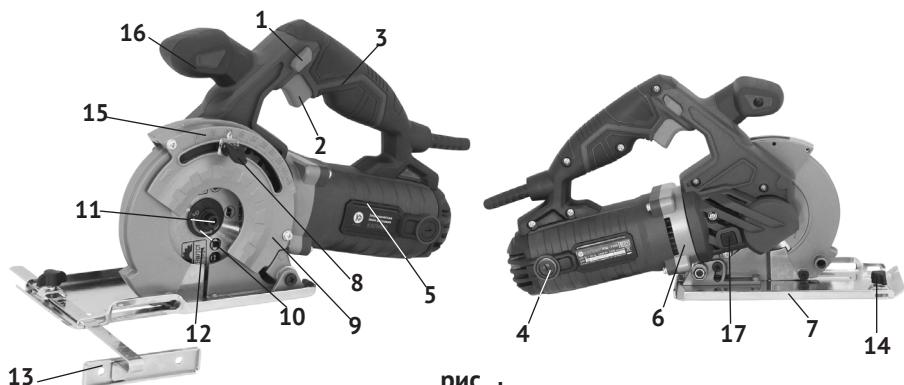

рис. 1
1.6 Общий вид пилы представлен на рис.1
1.7 Пила состоит из коллекторного двигателя в пластиковом корпусе (рис.1 поз.5) с закреплённой на нём рукояткой (рис1 поз.3), состоящей из двух половин (правой и левой), скреплённых между собой. К корпусу двигателя крепится металлический редуктор (рис.1 поз.6). На корпусе редуктора закреплены неподвижные металлические кожуха (рис.1 поз.9), закрывающие пильный диск (рис.1 поз.12).
Крутящий момент с якоря электродвигателя, шестерёнчатым редуктором, передаётся на выходной шпиндель. На шпиндель пилы, между опорным и зажимным (рис.1 поз.10) фланцами крепится пильный диск (рис.1 поз.12). Это основной рабочий инструмент пилы.
1.8 Клавиша выключателя (рис.1 поз.2) расположена снизу, в передней части рукоятки (рис.1 поз.3). Во избежание самопроизвольного включения инструмента, выключатель снабжён блокировкой клавиши. Кнопка блокировки (рис.1 поз.1) расположена в передней части рукоятки, над клавишей выключателя. Включение пилы осуществляется нажатием на клавишу выключателя (рис.1 поз.2) указательным пальцем после нажатия и удержания кнопки блокировки большим пальцем. Пила отключается при отпускании клавиши выключателя, при этом кнопка блокировки (со щелчком) возвращается в исходное положение - «заблокировано». На защитном кожухе стрелкой указано направление вращения диска. Пила комплектуется патрубком, к которому можно подключить пылесос для эффективного удаления пыли из рабочей зоны.
- нажмите кнопку фиксации шпинделя (рис.1 поз.17);
- установить опорную плоскость направляющей плиты (рис.1 поз.7) на распиливаемую заготовку;
- ослабить винт (рис.1 поз.14) фиксации параллельного упора;
- вставить в отверстия и пазы направляющей плиты (справа или слева от пильного диска) линейку упора (рис.1 поз.13);
- зафиксировать винтом (рис.1 поз.14) установленный упор.
- открутить крышки щёткодержателей (рис.1 поз.4);